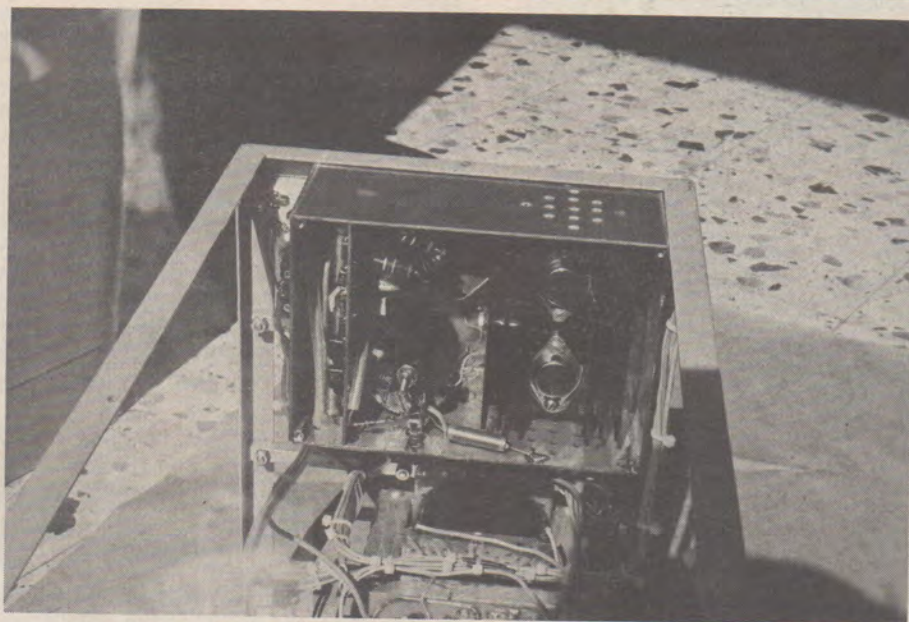

Figure 8 : Photo du convertisseur THT terminé.
- Le convertisseur une fois terminé sera monté dans un boîtier métallique en tôle étamée soudée, où n'entreront que les fils assurant l'alimentation et d'où ne sortiront que le +300 V, le -800 V et par un conducteur sérieusement isolé (fil de bougie de vélomoteur par exemple) le + T.H.T. (voir la **figure 8**).